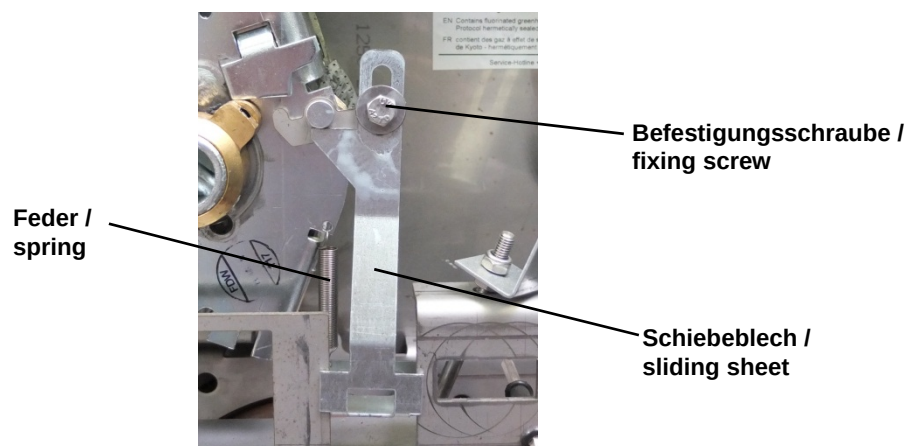

Abb. 5: Schieblech / pict. 5: sliding sheet
- Befestigungsschraube des Schieblechs (siehe Abb. 5) lösen, Feder aushängen und Blech demontieren.
- Wiedermontage des Schiebeblechs (s. Abb. 5) und einhängen der Feder. Bei der Montage der selbstsichernden Mutter auf Leichtgängigkeit des Schiebeblechs achten!